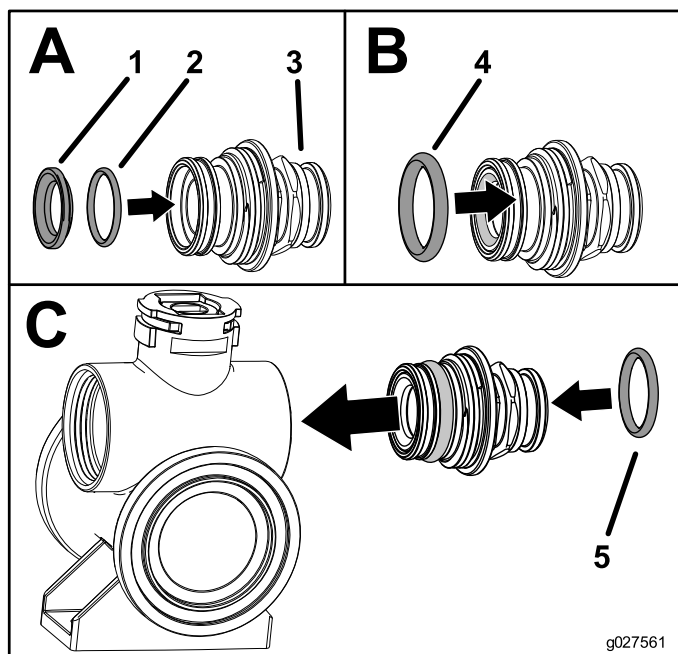

Figura 6
6. Installate l'O-ring della valvola di non ritorno e la sede della valvola sul raccordo del tappo terminale (Riquadro A; Figura 6).
7. Installate l'O-ring della guarnizione del tappo terminale sul raccordo del tappo terminale (Riquadro B; Figura 6).
8. Installate il raccordo montato sul corpo della valvola fino a quando la flangia del raccordo del tappo terminale non tocca il corpo della valvola, poi ruotate la valvola di 1/8-1/4 di giro aggiuntivi (Riquadro C; Figura 6).
9. Installate l'O-ring del raccordo di uscita sul raccordo del flessibile (Riquadro C; Figura 6).